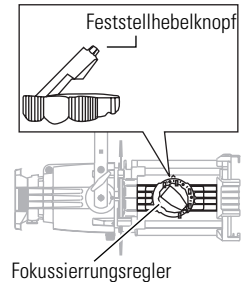

Abbildung 3
1. Den Feststellhebelknopf drücken und den Feststellhebel zum Entriegeln des Fokussierungsreglers anheben (**Abbildung 3**).